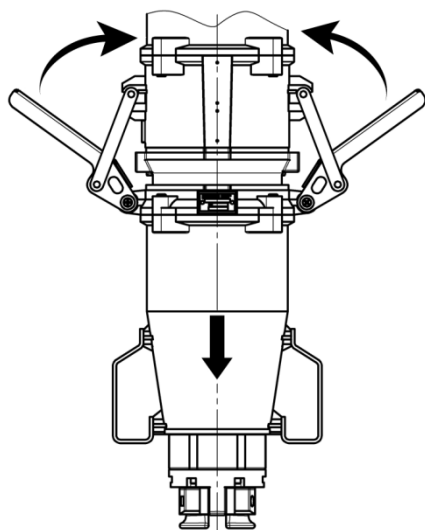

Abb. 63: Verschlusshebel öffnen
7. Verschlusshebel nach oben drücken (Abb. 63/Pfeile), um die Verschlusshebel zu öffnen.